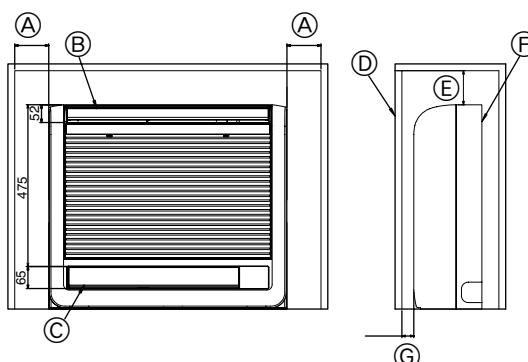

Fig. 6-1
6.1. Encastrement de l'appareil interieur dans un mur (Fig. 6-1)